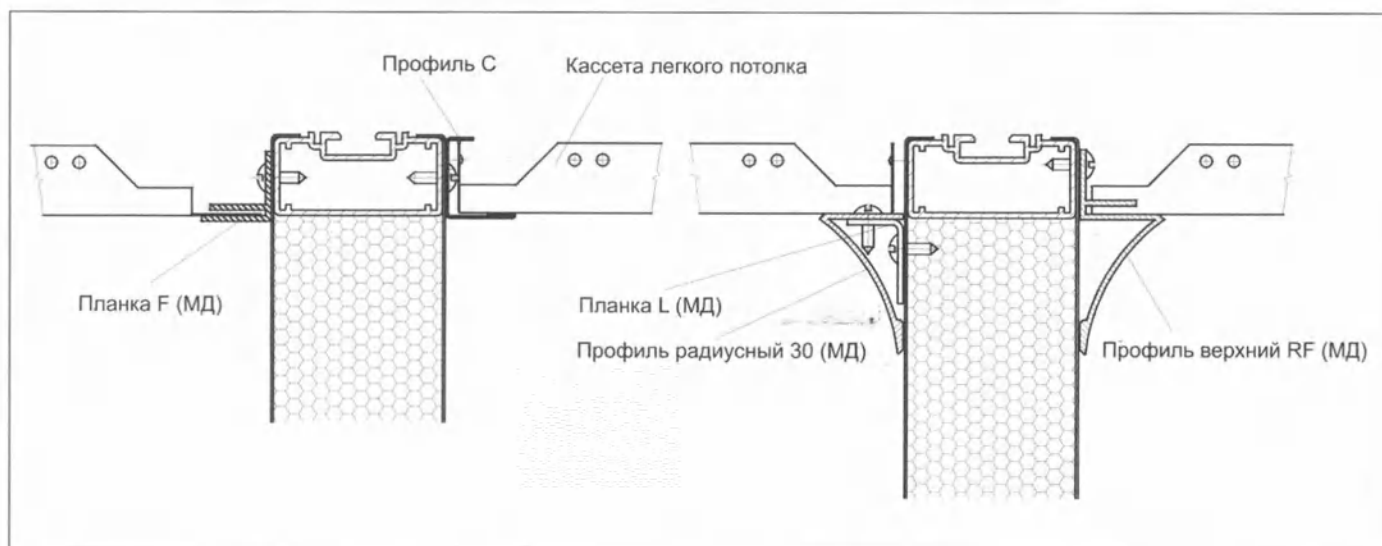

Рис.17 Укрепление лёгкого потолка
4.9.1. Укрепление к лёгкому потолку (рис.17)